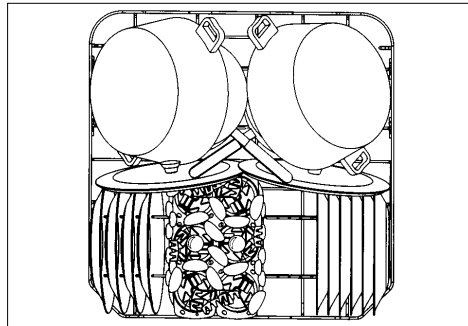

fig. 9
**Beladen van de onderkorf (zie fig. 9)**